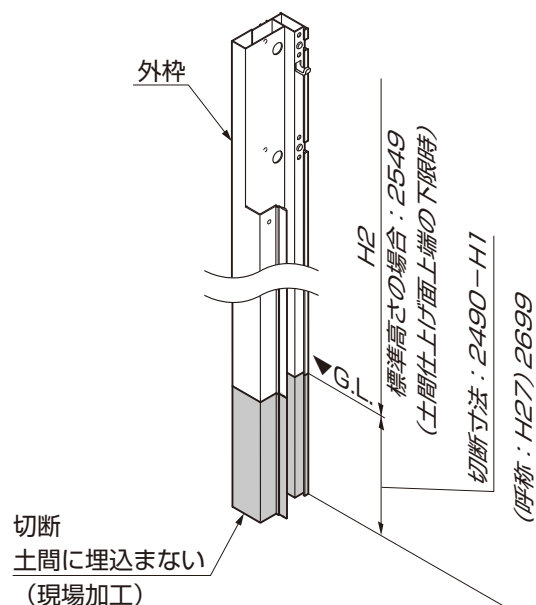
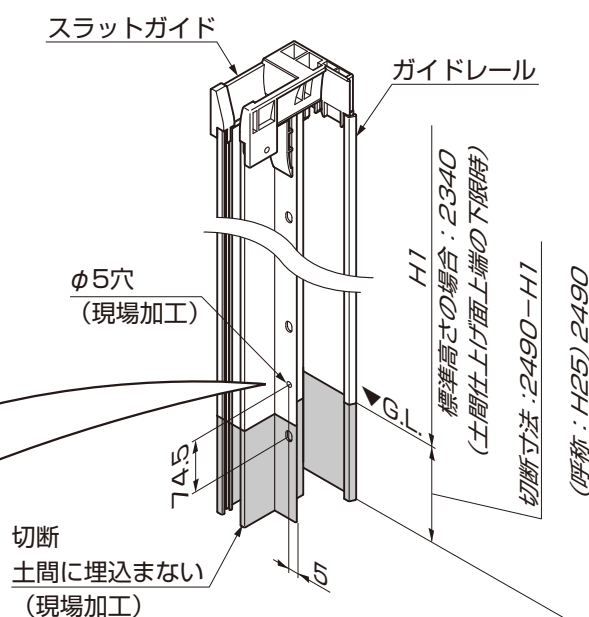

図3-1 外枠の加工
図3-2 ガイドレールの加工
●シャッター取付用縦部材を、シャッター取付用横部材Bに突き当てて(※1)、取付けてください。(図3-2参照)
①外枠を施工現場の土間仕上げ面上端に合わせて切断してください。（図3-1参照）
●標準高さ（H23）の場合、外枠の加工寸法は、H2=2549（切断寸法：150）となります。（図3-1参照）
②ガイドレールを、施工現場の土間仕上げ面上端に合わせて、切断と最下部の穴あけ（現場加工）をしてください。（図3-2、図3-3参照）
●標準高さ（H23）の場合、ガイドレールの加工寸法は、H1=2340（切断寸法：150）となります。（図3-2参照）
●施工後のメンテナンス上、外枠、ガイドレールは土間に埋込まないでください。（図3-1、図3-2参照）